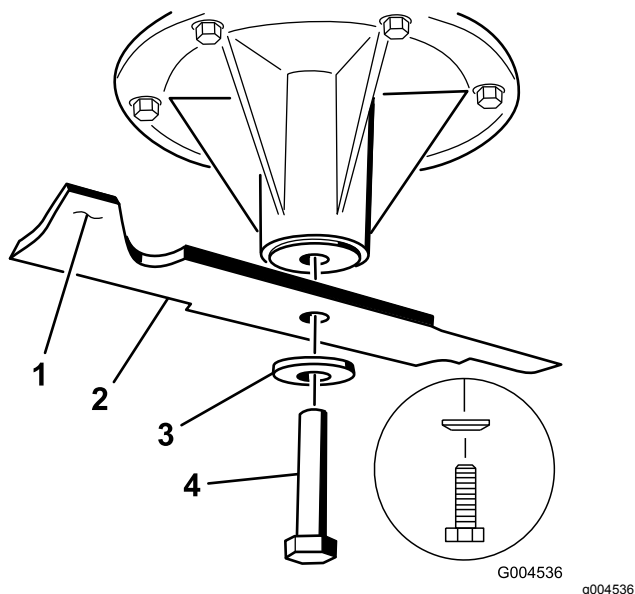

Figura 104
1. Instale a lâmina no eixo (Figura 104).
2. Instale o disco de mola e o parafuso da lâmina (Figura 104).